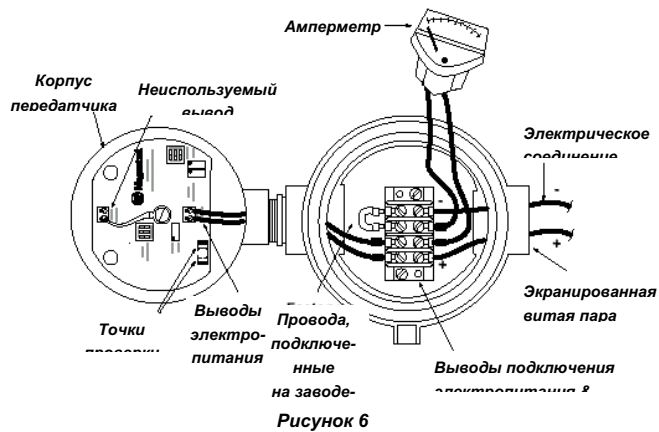

Рисунок 6
3. Снимите два винта в скобе амперметра. Амперметр двумя проводами подключается к клеммной колодке, расположенной в нижней части. Осторожно выньте амперметр из корпуса и положите амперметр на одну сторону, следя за тем, чтобы не повредить провода. См **Рисунок 6**.
4. Проденьте провода электропитания через электрическое соединение на корпусе амперметра. Подсоедините положительный провод к выводу (+), а отрицательный к выводу (-) клеммной колодки амперметра. См **Рисунок 6**.